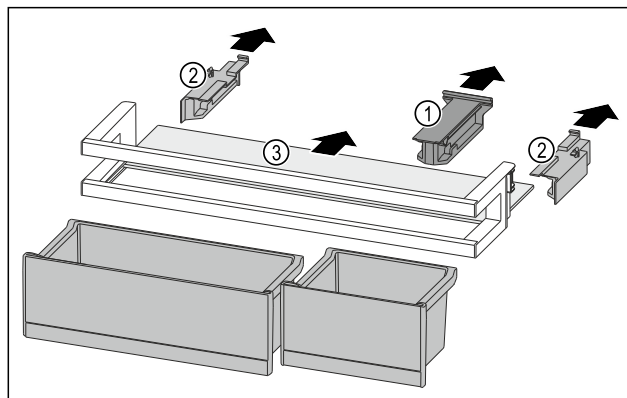

Fig. 100
- Držák Fig. 100 (1) stáhněte.
- Boční díly Fig. 100 (2) stáhněte.
- Odkládací plochu Fig. 100 (3) odeberte.